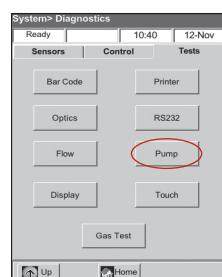

Ilustración 4: Sistema> Diagnósticos> Pruebas> Bomba
- Pulse Bomba (ilustración 4) para probar el motor de la bomba. La bomba debería funcionar suave, sin exceso de ruido. Esta prueba de diagnóstico pasa automáticamente por todas las velocidades que se emplean durante el funcionamiento normal (50-800 rpm) y luego vuelve a la pestaña de Diagnósticos> Pruebas.